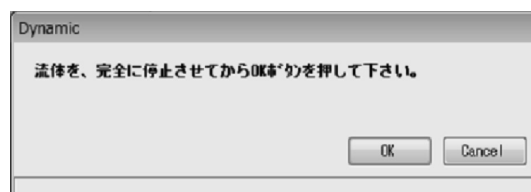

図122
- ① メニューの「Diag/Service(T)」をクリックし、「Test/Status」のドロップダウンリストの中から、「Installation」を選び、さらにその下の「Dynamic」を再度クリックします。
- ② 次のウィンドウ(図122)が表示されます。ここでは動的機器設置状態チェックを行います。流体を完全に停止させた後、「OK」をクリックして下さい。